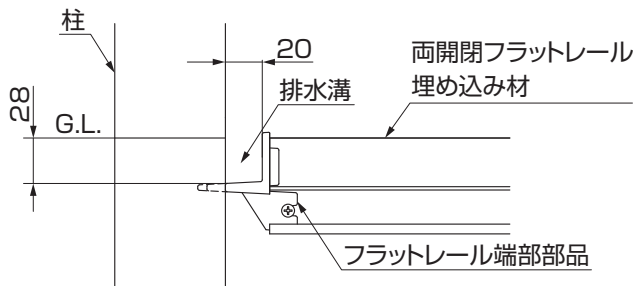
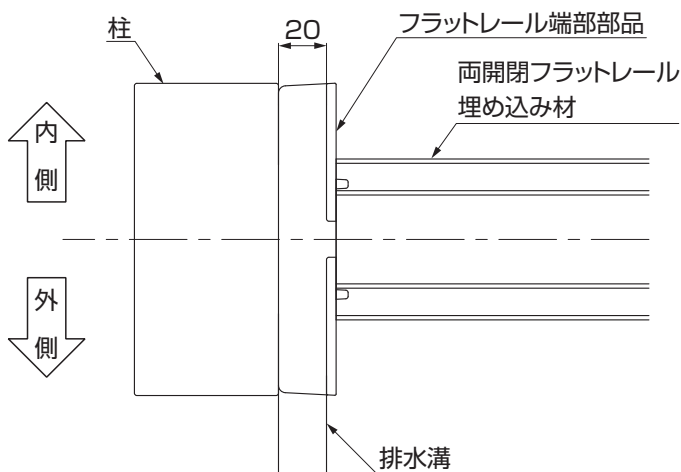

図4-5
図4-6
- 柱とフラットレール端部部品の間には排水用の溝を設けてください。(図4-5および図4-6参照)